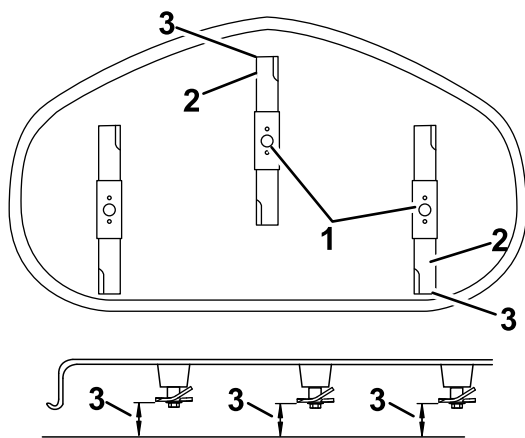

Figura 70
5. Mida entre la punta de la cuchilla delantera y la superficie plana y entre la punta de la cuchilla trasera y la superficie plana (Figura 69 o Figura 70).